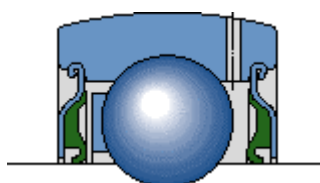

Figura 3.11 - ingrassaggio e montaggio degli schermi
7. Il montaggio dei centrifugatori (chiamati comunemente flinger): ha lo scopo di migliorare considerevolmente l'effetto tenuta, senza aumentare la coppia d'attrito, soprattutto nel caso di tipologie con anello interno sporgente da ambo i lati. I centrifugatori sono di lamierino d'acciaio e sono fissati sull'anello interno, esternamente rispetto alle tenute laterali (Figura 3.11).